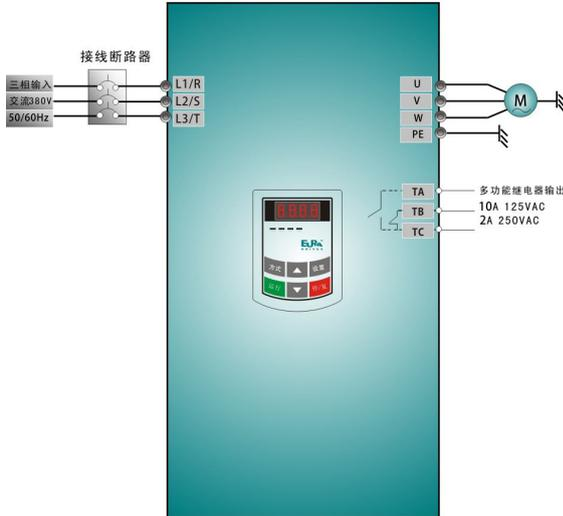

图 4-1 接线图 1
- (1) 按图 4-1 配线，检查接线正确后，合上空气开关，变频器上电；
- (2) 按方式键，进入编程菜单；
- (3) 若将 F137 设为 3，需要进行电机定子电阻参数测量，F137≠3 时，直接操作第 4 步：
(1) 按图 4-1 配线，检查接线正确后，合上空气开关，变频器上电；
(2) 按方式键，进入编程菜单；
(3) 进行电机参数测量；操作步骤与例 1 完全相同。
(4) 设置变频器的功能参数：